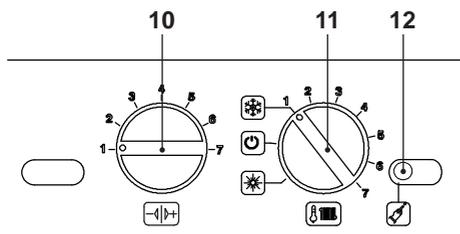
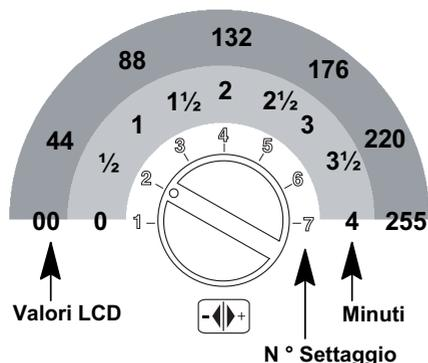

Figura 5.80
Figura 5.84
- Prima di alimentare elettricamente la caldaia posizionare le manopole 10 e 11 come indicato in Figura 5.80.
- Per settare il tempo di postcircolazione della pompa bisogna entrare nella programmazione premendo per 15 secondi il pulsante di ripristino 12, in Figura 5.80 fino alla comparsa del parametro **P01** sul display LCD; sul display LCD compare la seguente visualizzazione (la sequenza **P01** si alterna -- -- --).
Premere il pulsante di ripristino 12 in Figura 5.80 per lo scorrimento dei vari parametri sino al raggiungimento del parametro **P11** valido per il settaggio postcircolazione della pompa; sul display LCD compare la seguente visualizzazione (la sequenza **P11** si alterna 44).
Per cambiare il settaggio ruotare la manopola di regolazione temperatura sanitari 10 in Figura 5.80 e posizionarla sul tempo pre-scritto Figura 5.84.
Il passo del settaggio della manopola 10 Figura 5.84 corrisponde a un valore letto sul display LCD di circa 44 (40 secondi) e questo valore può essere variato fino a circa 255 (4 minuti); nell'LCD la sequenza P11 si alterna con 60.